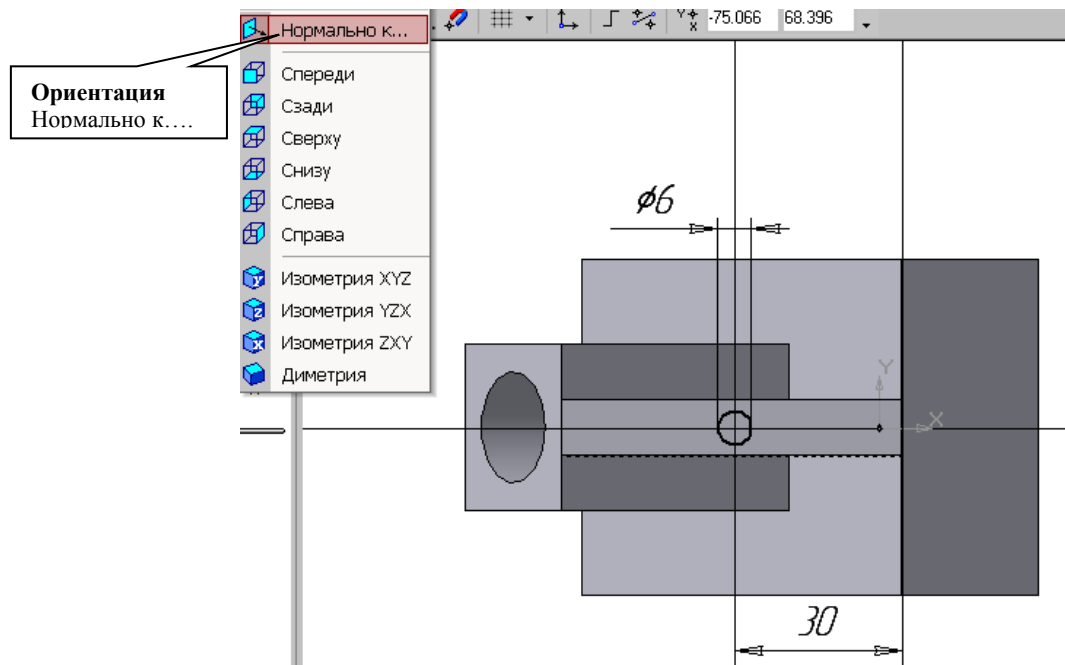

Рис.13 Эскиз отверстия
7. Для поочередного вырезания выдавливанием на глубину 15 мм двух отверстий, расположенных на ребрах жесткости, построим эскизы – окружности радиусом R3 мм. Указав наклонную плоскость, на которой будет вычерчиваться эскиз, выберем ориентацию – Нормально к ... (рис.13).